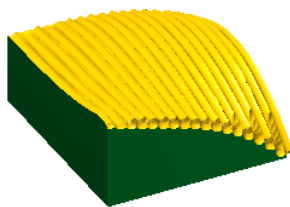

图 5.4.8 仿真结果
(1) 在“操作管理”中确认  2 - 曲面粗车 - 投影 - [WCS: TOP] - [刀具平面: TOP] 节点被选中，然后单击“验证选定操作”按钮 ，系统弹出“Mastercam 模拟器”对话框。
(2) 在“Mastercam 模拟器”对话框中单击  按钮。系统将开始进行实体切削仿真，结果如图 5.4.8 所示，单击  按钮。